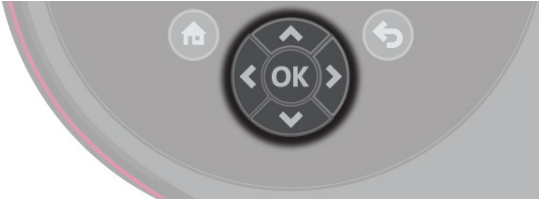
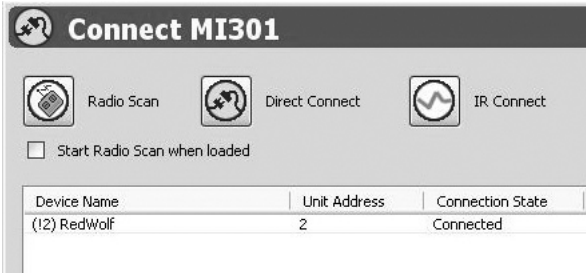

Рис. 23 OK
Рис. 24 Подключение установлено
10. Нажмите кнопку [OK] требуемого насоса. См. рис. 23.
См. рис. 24.
9. Нажмите кнопку [OK] требуемого насоса. См. рис. 23 на стр. 10. Статус в PC Tool изменится на "Connected" (подключен). См. рис. 24 на стр.10.